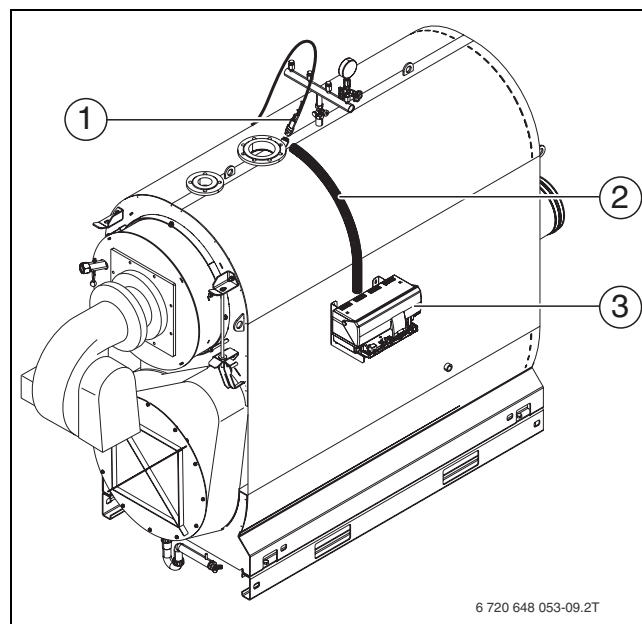

Рис. 23 Кабельный канал к системе управления
Датчики предохранительного ограничителя температуры (STB) и регулятора температуры (TR) **должны** устанавливаться на месте монтажа оборудования (→ рис. 23, [1], стр. 33) на верхней стороне котла.
Точка замера находится сверху на корпусе котла (→ рис. 23, [1], стр. 33).